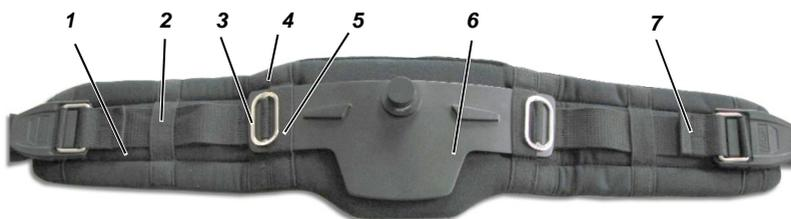

Fig. 40 Cintura con piastra oscillante
In queste versioni è possibile montare per cintura una piastra oscillante. La cintura è montata direttamente sulla piastra oscillante, come mostra la Fig. 40.
- (1) Far passare i fermagli di metallo e la cinghia, come mostrato in Fig. 40, attraverso i passanti **esterni** dell'imbottitura della cintura.
- (2) Infilare la piastra oscillante nei passanti **interni** dell'imbottitura della cintura.
- (3) Montare i fermagli di metallo sulla piastra oscillante come illustrato.